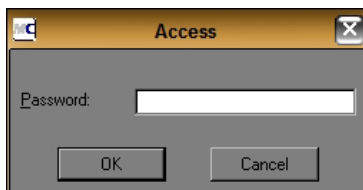

figure 13
3. Il est nécessaire de spécifier le mot de passe (figure 13) pour l'accès au programme en mode « Administrateur » (qui autorise à effectuer les modifications nécessaires). Saisir « master » (en minuscule, sans guillemets), puis cliquer sur « OK ».